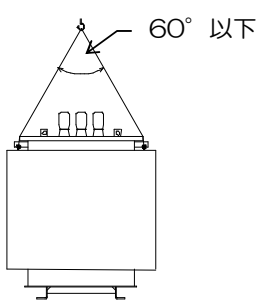
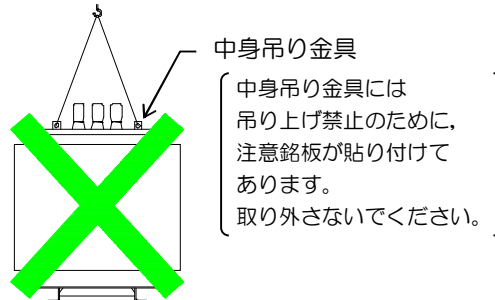
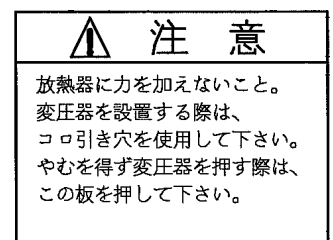

図5 吊り上げ図
図6 吊り上げ禁止図
図7 注意銘板
- (1) 変圧器を吊り上げるためのスリングベルトあるいはワイヤーロープを準備してください。塗装を傷つけないように、スリングベルトをご使用になることを推奨します。また、ワイヤーロープやシャックルをご使用になる場合は、ウェス等で保護することを推奨します。スリングベルトあるいはワイヤーロープの長さは図5の様に吊り下げ角度が60°以下となる長さとし、耐荷重は変圧器本体（付属品含む）質量の吊り上げに耐える強さとしてください。
- (2) 吊り上げ・下げ、運搬、移設時、変圧器本体の傾きは15°以下としてください。
- (3) 吊り上げ時は、変圧器本体直下もしくは近辺に近づかないでください。また、吊り上げ・下げ、運搬、移設時は変圧器本体の角部に注意してください。
- (4) 変圧器本体を吊り上げる吊り耳の位置を確認してください。
- (5) 変圧器本体を吊り上げるため、図6の様にカバー上の中身吊り金具を使用するのは絶対やめてください。変圧器本体が落下、カバーが変形するおそれがあります。
- (6) 変圧器本体を吊り上げるときは、必ずすべての吊り耳を使い吊り上げてください。
- (7) 高所作業となる場合は、落下防止策を施してください。
- (8) 移設時、腐食している吊り耳は使用しないでください。
- (9) ころ引き時は専用治具をご用意していただき、変圧器本体の放熱器、一次・二次端子、付属品に外力を加えず、運搬・移動してください。図7の注意銘板が吊り耳または補強板等に貼り付けてある機種について、やむを得ず変圧器を押す場合、吊り耳または補強板等を利用して変圧器を押して運搬・移動できますが、それ以外の部位は油漏れの原因になるおそれがありますので、絶対に押さないでください。
- (10) 変圧器本体を運搬・移設する場合、過度の衝撃・振動を避けてください。
- (11) ジャッキアップする際はタンク底部に木材を当てバールなどを使い、てこの原理で行ってください。放熱器部分でジャッキアップはしないでください。油漏れするおそれがあります。
- (12) 変圧器据付後に塗装剥離がある場合は、防錆対策として補修塗装を施してください。